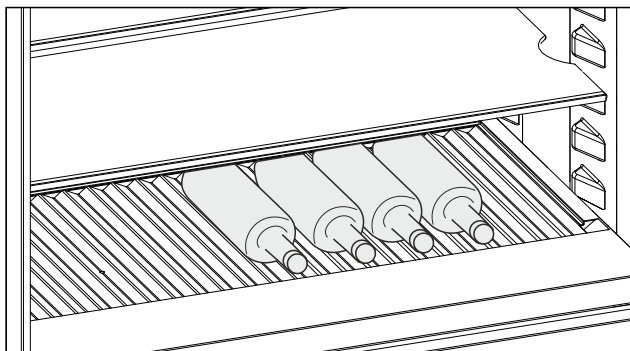

Fig. 255 Vejledende illustration
- Indlæg flasker med bunden først, ind mod bagvæggen. (se Fig. 255)